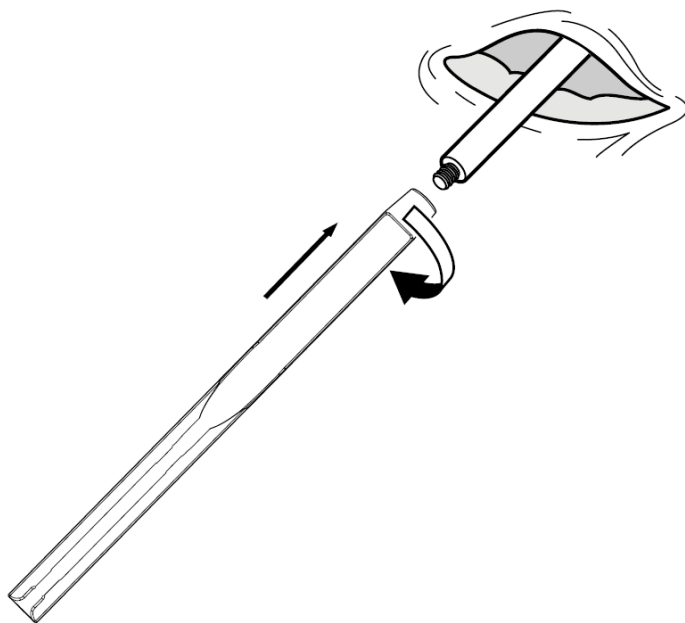

Figura 23. Enroscamiento completo del portador en la varilla de tunelización
2. Enrosque completamente el portador en la varilla de tunelización (Figura 23).